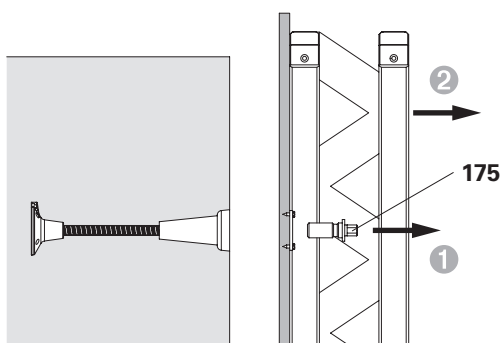

Fig. A3.25
1. Allentare la vite di posizionamento M30 (175) e rimuoverla.
- (Fig. A3.25)